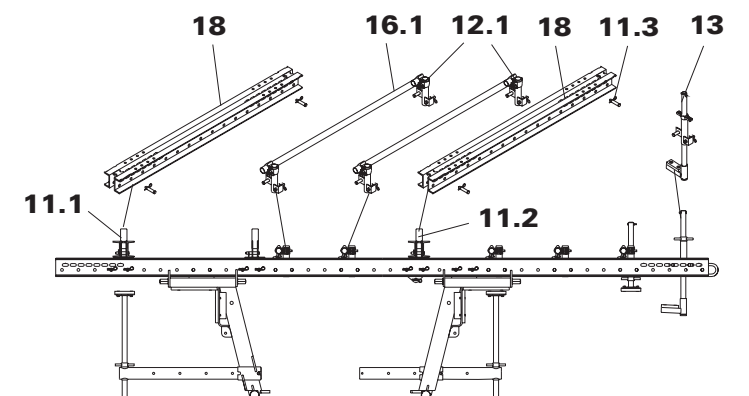

Fig. 21
6. Monter des tubes d'échafaudage sur les guides sans vérin **16.1** supplémentaires. Fig. 21,22